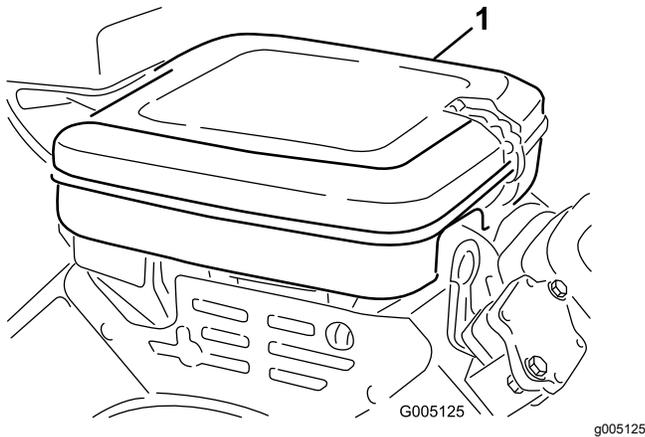

Figura 25
1. Limpie la cubierta del limpiador de aire (Figura 25).